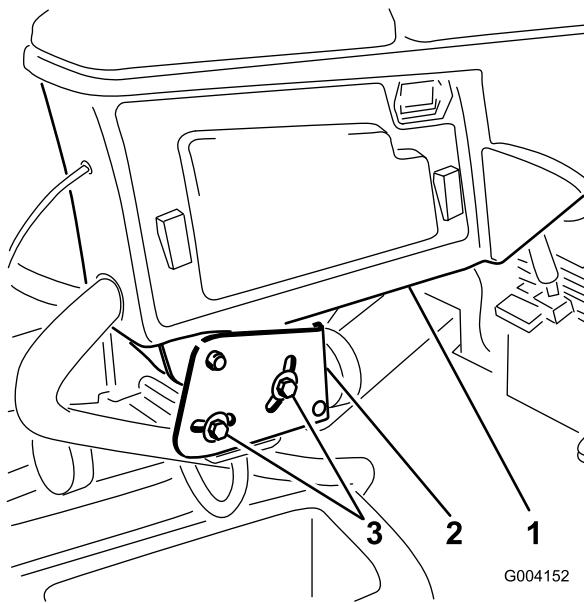

図 3
1. コントロールアームをリテナブラケットに固定している2本のボルトをゆるめる図3。